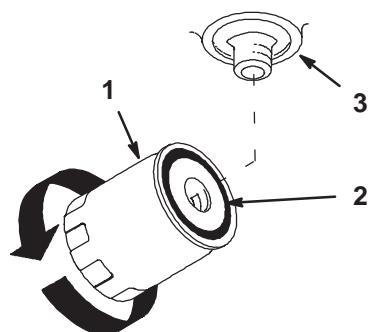

Figure 53
4. Appliquez une fine couche de liquide hydraulique sur le joint en caoutchouc du filtre de rechange (Fig. 53).
6. Remplissez le réservoir hydraulique jusqu'à ce que le liquide déborde du filtre. Tournez alors le filtre à huile dans le sens horaire jusqu'à ce que le joint en caoutchouc vienne toucher l'adaptateur du filtre. Serrez ensuite le filtre de 1/2 tour supplémentaire (Fig. 53).